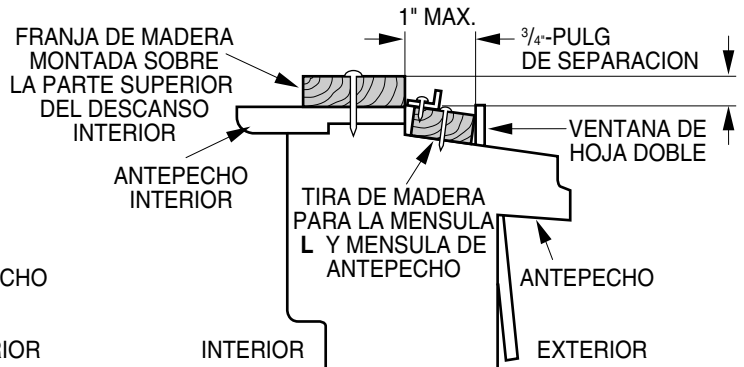

Fig. 5-2
2. Si la sobre-ventana estorba colóquese una tira de madera de 2" pulg de ancho a lo largo del descanso de la ventana por la parte que de internamente al cuarto, y en toda su extensión. La tira de madera debe ser lo suficientemente gruesa para elevar el descanso de la ventana, de tal manera que la unidad de aire acondicionado pueda ser instalada sin interferencia del marco de la sobre-ventana (storm window). Ver Fig. 5-2. La parte superior de la tira de madera debe estar aproximadamente a $\frac{3}{4}$ " de pulg más alta que el marco de la sobre ventana, (storm window) para ayudar a que el agua de condensación de la unidad fluya hacia afuera.
3. Instale una segunda tira de madera (aproximadamente 18" pulg. de largo, 1- $\frac{1}{2}$ " pulg de ancho y mismo espesor que la primeratira de madera) en el centro del descanso exterior, póngala contra la parte posterior del descanso interior. Esto elevará la ménsula L como en la Fig. 5-2.